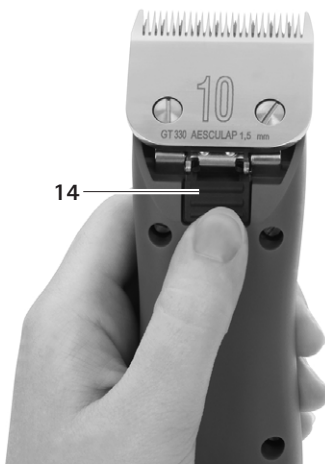

Fig. 4
- Presser le verrouillage de tête de tonte 14, voir Fig. 4.